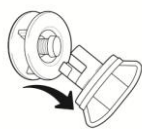

Figure 1
- Remove the valve cap (*figure 1*)
- Entfernen Sie die Ventilkappe (figure 1)
- Retirer le capuchon de valve (figure 1)
- Togliere il tappo della valvola (*figure 1*)